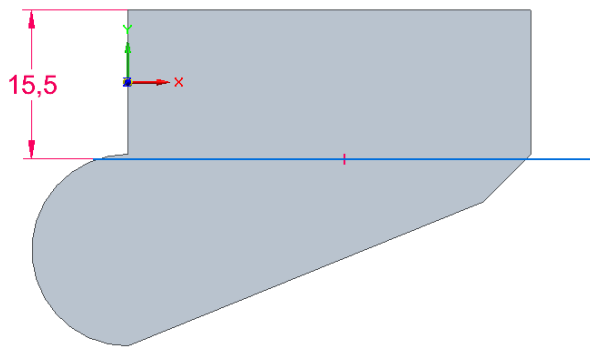

Figura 6
- Agora, clique sobre o comando **Bend** e desenhe a linha indicada, sobre a qual será feita a dobra do flange, à 15,5 mm, close com a opção **Bend Material Outside** e obtenha o flange lateral mostrado na Figura 6